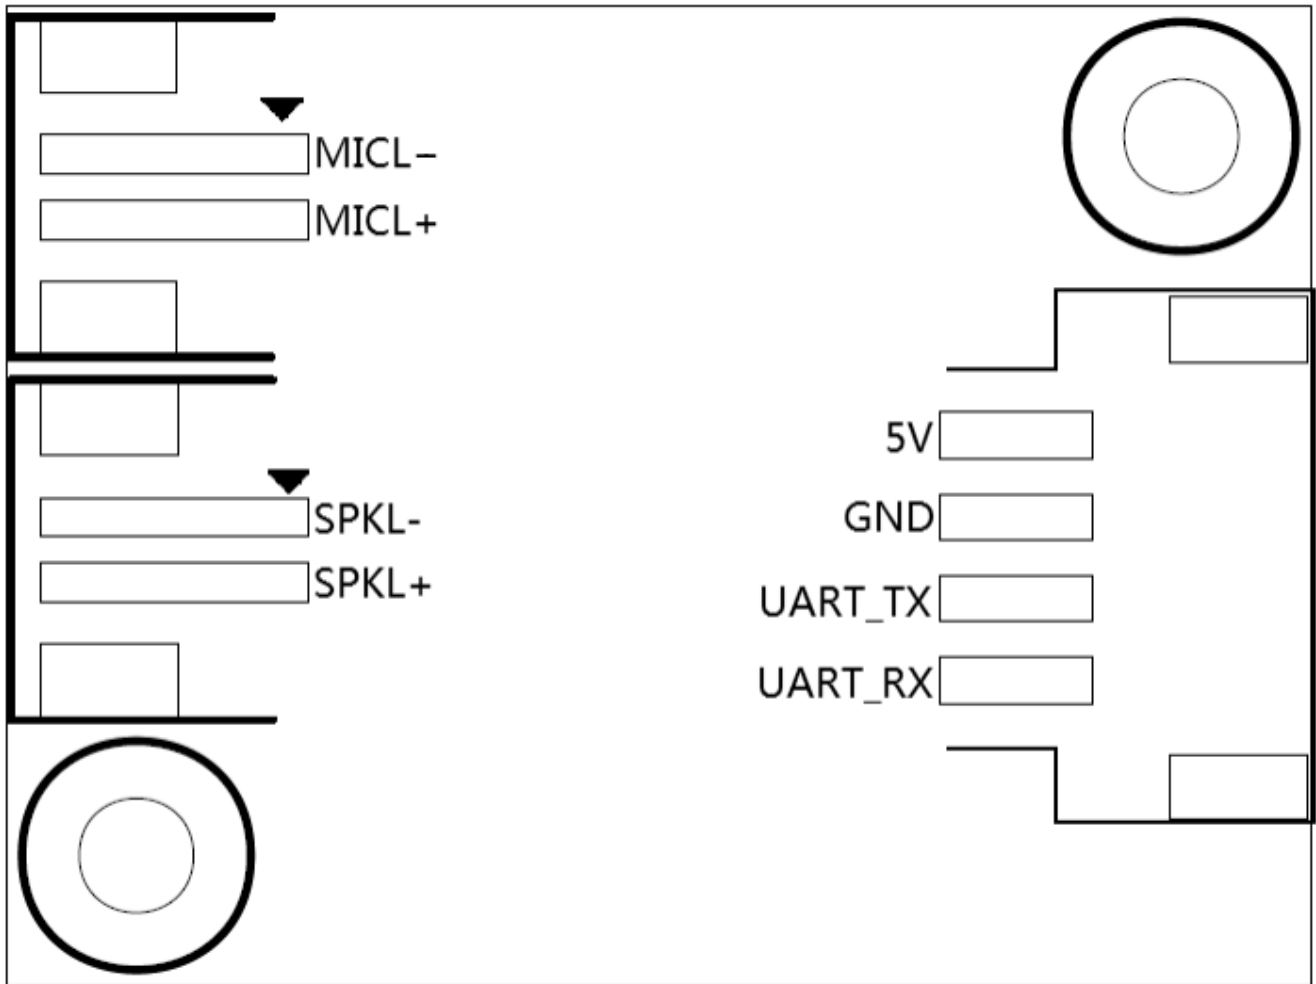

图6 模块引脚图
3. 四线供电和UART接口，采用2.5mm间距母口，引脚顺序请参考图6。该接口中的UART引脚除了做串口通讯功能外，也可以配置为GPIO口。